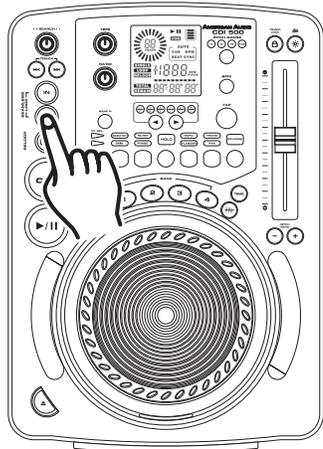

Figura 25
4) La señal LED amarilla correspondiente al BOTÓN MEMORY (16) se apagará una vez que la muestra haya sido almacenada en la memoria.
5) La muestra ya ha sido guardada. El rulo original usado para crear la misma seguirá sonando hasta que se presione el BOTÓN OUT (24) (Figura 25).
6) A partir de ahora, la muestra guardada puede recuperarse en cualquier momento, incluso cuando la unidad se encuentre en modo de PAUSA (PAUSE). Para recuperar la muestra, asegúrese de que la función muestra esté activada y presione el BOTÓN SAMPLE (18). Se encenderá la señal LED amarilla correspondiente a la memoria. Para reproducir la muestra en modo de rulo continuo, deje encendida la función muestra. Si desea reproducir la muestra sólo una vez, apague la función de muestra inmediatamente después de iniciarla. Cuando la función de muestra permanece encendida, la muestra sigue sonando hasta que la función sea apagada.